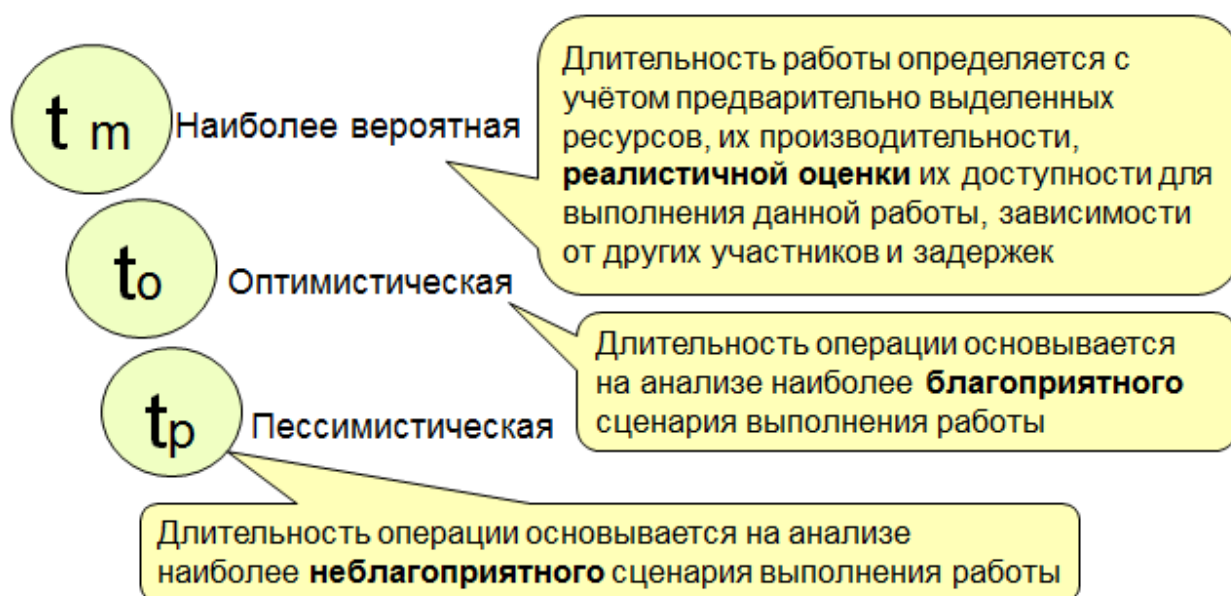

Рис. 5.15. Оценка длительности работы по трем точкам
4) **Оценка по трем точкам (метод PERT)** – точность оценок длительности работ может быть улучшена с помощью рассмотрения неопределённостей оценок и рисков. Данная концепция происходит из Метода оценки и анализа программ (PERT) (рис. 5.15).